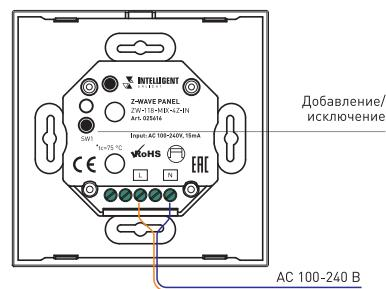

Рисунок 1. Внешний вид панели, подключение и органы управления.
- 3.2. Подключите обесточенные провода от сети ~230 В к клеммам L - фаза и N - ноль (см. рисунок 1).
- ▼ Нажмите кнопку «Добавление/Исключение» на задней стороне панели или удерживайте более 3 секунд сенсорную кнопку «SWITCH» на лицевой стороне панели (см. рисунок 1). При входе панели в режим добавления включается индикаторный светодиод.